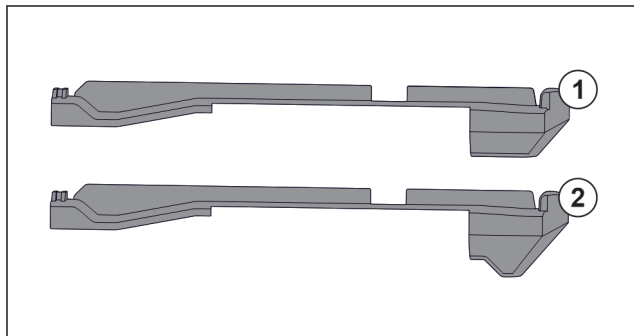

Fig. 56 Сравнение вставных частей
В устройстве находятся две разные вставные части. Вставная часть над самым нижним выдвижным ящиком Fig. 56 (2) имеет треугольную кромку. Все прочие вставные части Fig. 56 (1) имеют прямую кромку.
- ▶ Установите вставную часть Fig. 56 (2) с треугольной кромкой над самым нижним выдвижным ящиком.
- ▶ Установите вставную часть Fig. 56 (1) с прямой кромкой на все прочие места.